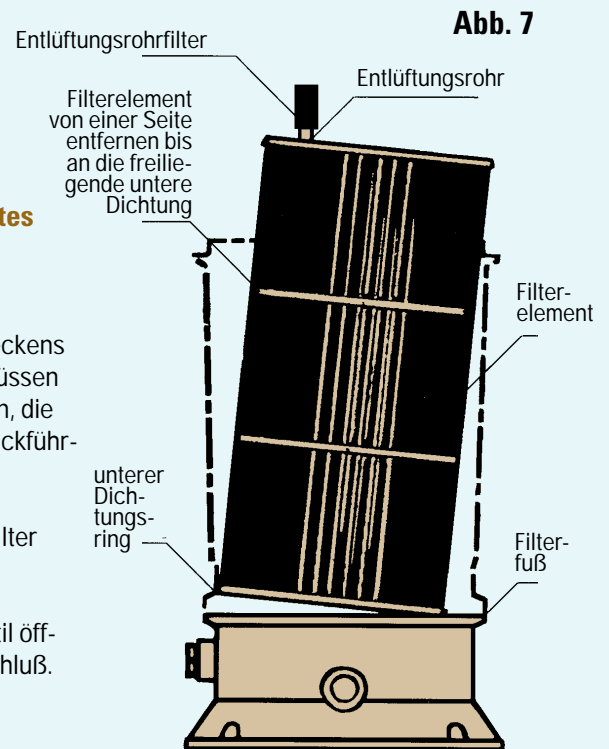

Abb. 7
6. Filterhaube entfernen und auf einen sauberen Platz stellen. Bei starker Verschmutzung des unteren Teiles des Filterelementes wird empfohlen, diese Ablagerung abzuwaschen, bevor das Element entfernt wird. Das Filterelement wird dann seitwärts weggezogen und abgehoben (s. Abb. 7 und 8).